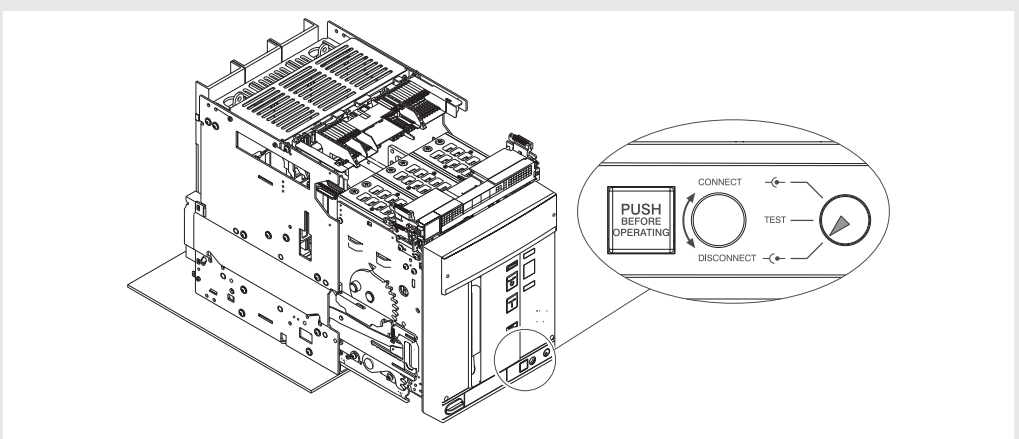

Figura 41
6. Verificare che il segnalatore indichi la posizione **DISCONNECT**. Vedi Figura 41.